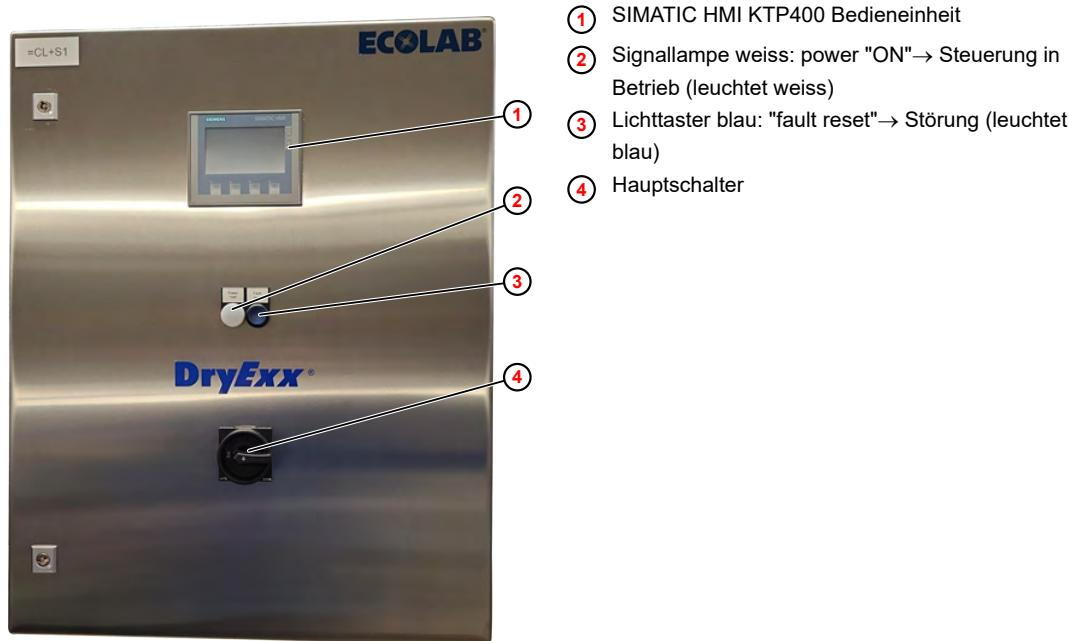

Abb. 10: DryExx® Advanced - Bedienelemente
- 1.** Am Steuerschrank Hauptschalter (Abb. 10 , ④) ausschalten.
- 2.** Am Steuerschrank Hauptschalter (Abb. 10 , ④) einschalten.
- ⇒ Die Signallampe ② leuchtet.
- ⇒ Nach erfolgreichem Systemstart erscheint der „Hauptbildschirm“ im Display ① des Steuerschrances.
- 3.** Fehlermeldung auf dem Display der Steuerung durch Drücken des Leuchttasters ③ quittieren.